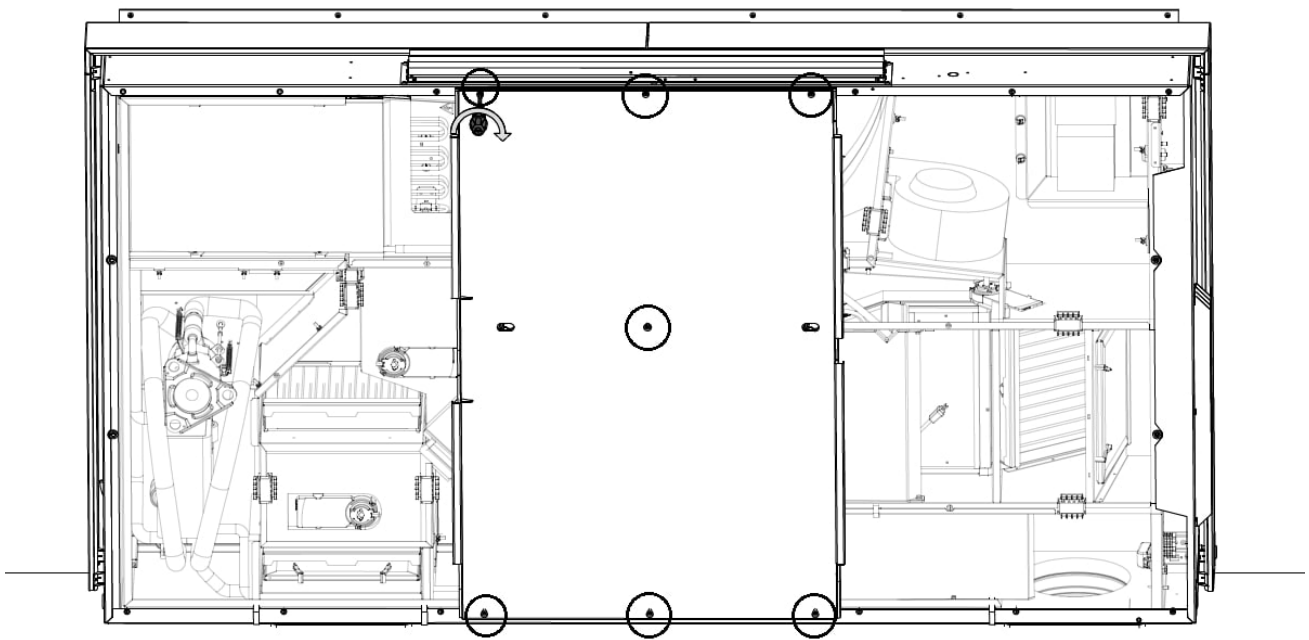

Abbildung 35: Befestigungspunkte für die mittlere Stahlplatte
3. Schrauben Sie die Stahlplatte mit sieben kurzen Schrauben in den Geräterahmen, siehe Abbildung 35 unten.